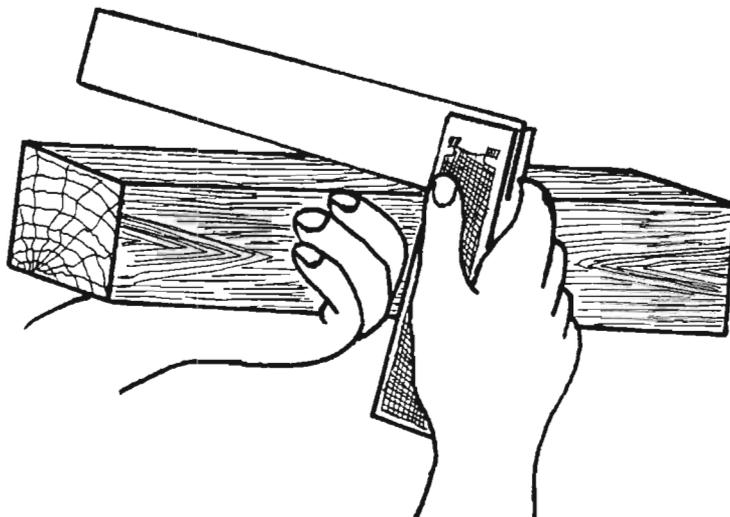

FIG. 3
- Para poner a escuadra tome como base el lado canteado, apoye la escuadra en este lado de la madera y verifique hasta que llegue el ángulo de 90° grados (Fig 3)
- Fíjese que el talón de la escuadra quede apoyada en la parte longitudinal de la pieza y la lengüeta en la parte transversal de la misma. (Fig 3).